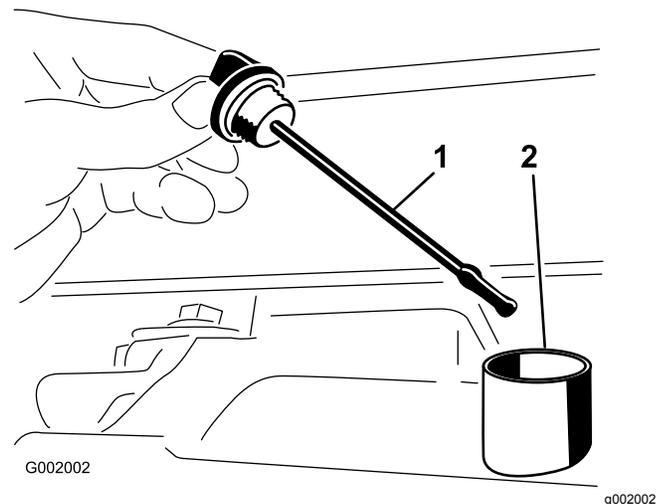

Figura 52
2. Togliete l'asta di livello dal transaxle ed asciugatela con un panno pulito (Figura 52).